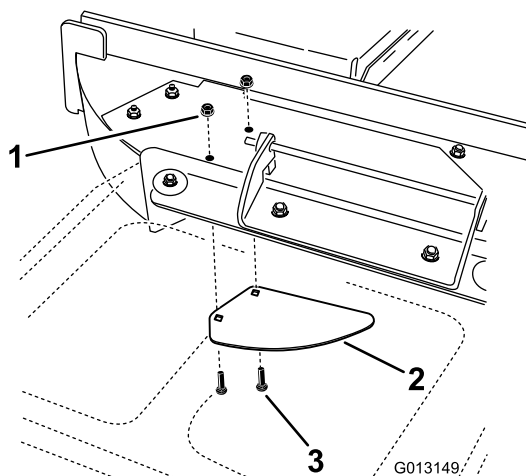

Figure 7
- Posez la plaque de remplissage à l'emplacement indiqué à la Figure 7. Utilisez les fixations retirées précédemment pour fixer la plaque au tablier de coupe.